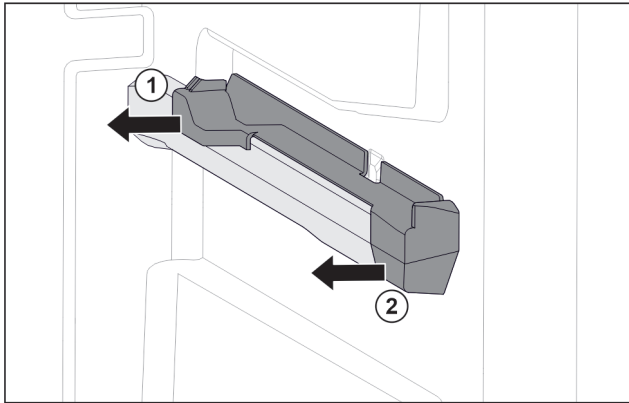

Fig. 102 Nasazovací díl na pravém žebrování na nádoby
- ▶ Stáhněte nasazovací díl vzadu na stranu. Fig. 102 (1)
- ▶ Stáhněte nasazovací díl vpředu na stranu. Fig. 102 (2)